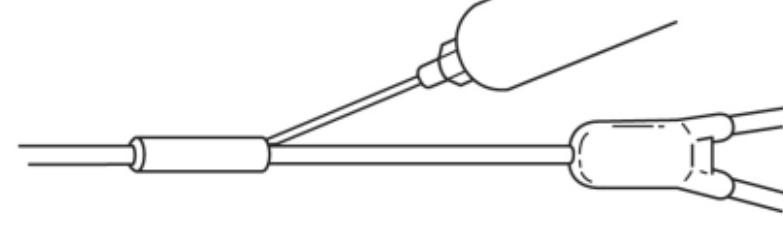

Fig. 9
9. Inyectar adhesivo en ambos extremos del manguito (**Fig. 9**). Retirar el adhesivo sobrante.